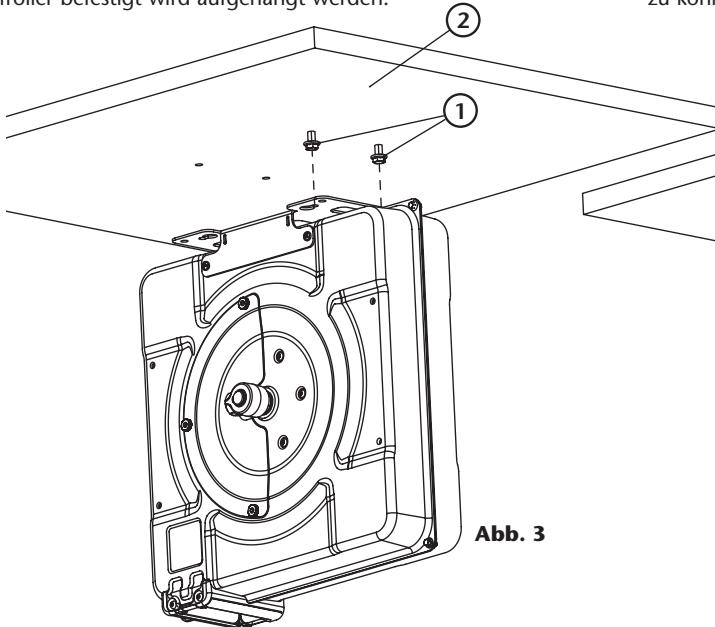

Abb. 3
- 2.** Um den Schlauchaufroller auf der Montagefläche (2) (Abb. 3) zu installieren, wird empfohlen, zuerst 2 M10-Schrauben (1) (Abb. 3) in die Fläche einzuführen, wobei ihre Köpfe hervorstehten, auf denen der Aufroller befestigt wird aufgehängt werden.